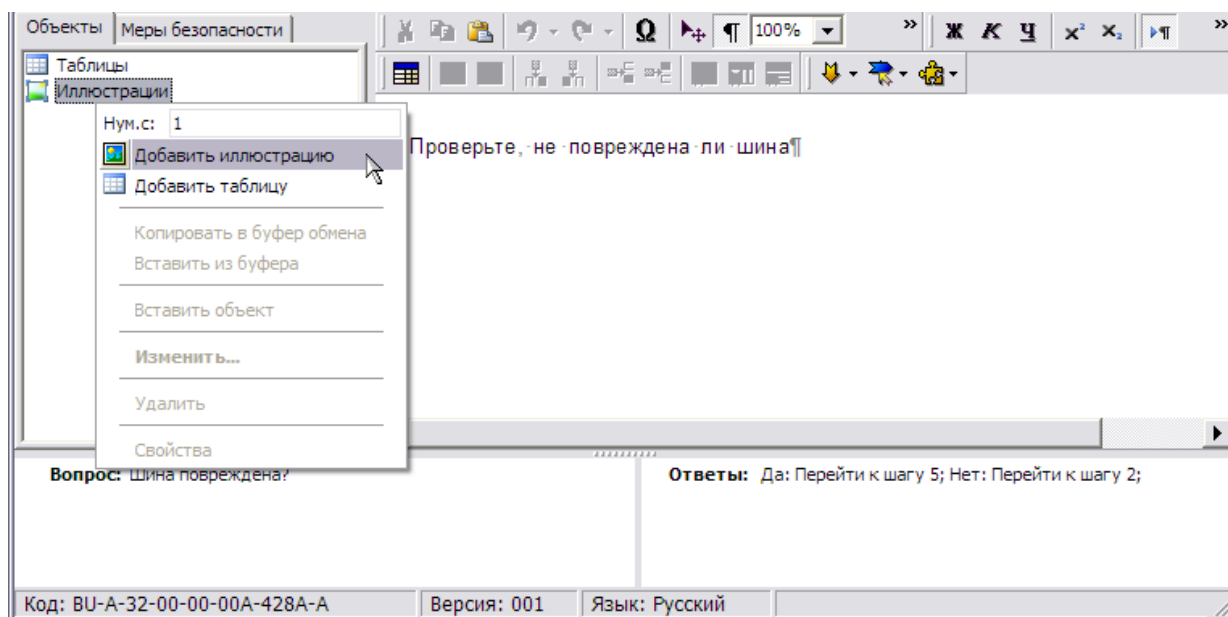

Рис. 8.38
3. На вкладке **Объекты** слева щелкните правой кнопкой мыши по названию объекта **Иллюстрации** (Рис. 8.38).